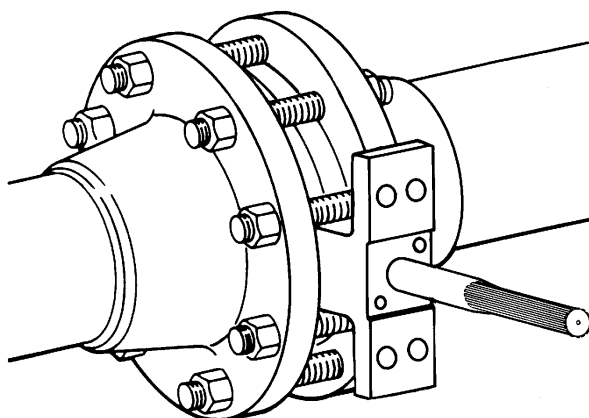

Figure 4. Installation des vannes de type à insérer entre brides (sandwich)
La vanne peut être installée dans n'importe quelle orientation ; il est toutefois recommandé que l'arbre d'entraînement de la vanne soit horizontal et que l'actionneur soit vertical, comme illustré par la figure 4.
Installer la vanne avec le côté fermeture haute pression dans la direction indiquée par la flèche de débit pour une installation correcte et voir la figure 4 pour plus d'informations.
1. Voir la figure 4 pour l'orientation recommandée de la vanne.